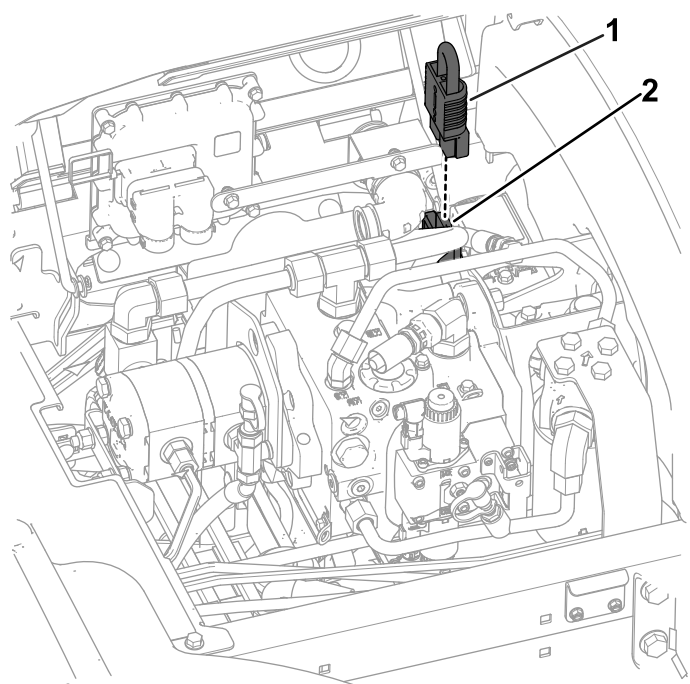

Figure 31
1. Appliquez de la graisse diélectrique sur les surfaces de contact du cavalier de déconnexion de la batterie (Figure 31).